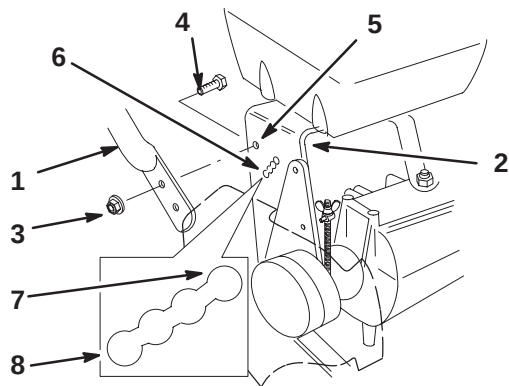

Bild 2
1. Richten Sie das obere Handgriffteil mit den oberen Befestigungslöchern im hinteren Chassis aus (Bild 2).
2. Befestigen Sie das Handgriffteil an jedem oberen Befestigungsloch mit einer Bundschraube (3/8 x 1 Zoll) und Bundmutter (Bild 2).
3. Wählen Sie die untere Position für das untere Befestigungsloch (Bild 2).
4. Befestigen Sie das Handgriffteil an jedem unteren Befestigungsloch mit einer Bundschraube (3/8 x 1 Zoll) und Bundmutter (Bild 2).